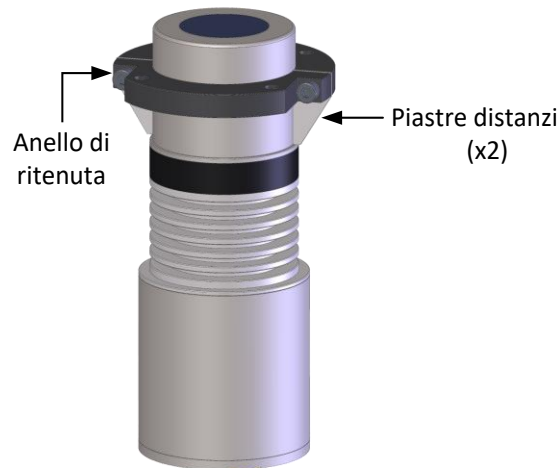

Figura 31: Anello di ritenuta (a filo)
3. Verificare che le piastre distanziali siano a contatto con il solco sul sensore (Figura 31). Stringere le viti sull'anello di ritenuta per bloccarlo in sede